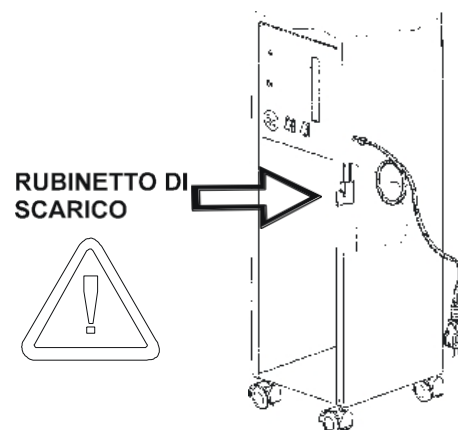

Fig. 7
N.B.: asigurați-vă că robinetul de scurgere al boilerului este închis (fig. 7).
Scoateți capacul supapei și deschideți robinetul de golire al cazanului (fig. 7), așteptați să se scurgă toată apa și apoi închideți robinetul de golire al cazanului. Robinetul de golire se poate bloca: în acest caz, luați o bucată de sârmă cu diametrul de 3-4 mm sau similar și introduceți-o în țeavă pentru a o debloca.